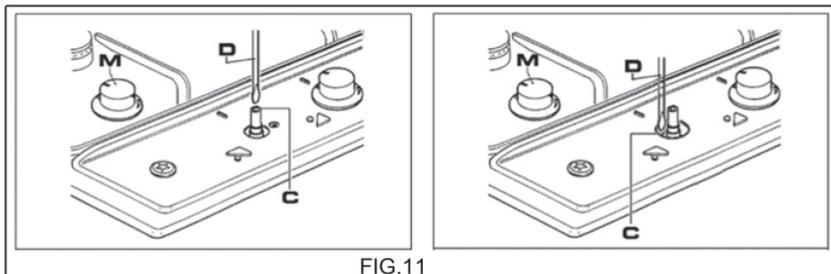

FIG.11
- Quitar el mando "M" (ver fig. 11) del grifo que está fijado a presión en la varilla del mismo.
- Introducir un destornillador pequeño "D" en el agujero "C" (ver fig. 11) y girar a la derecha o a la